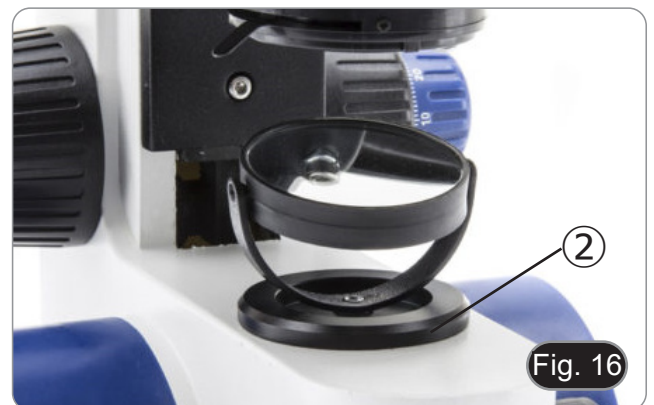

Fig. 14
2. Desaparafusar o parafuso de fecho ② e elevar a fase até o objectivo estar quase em contacto com a lâmina. (Fig. 14)